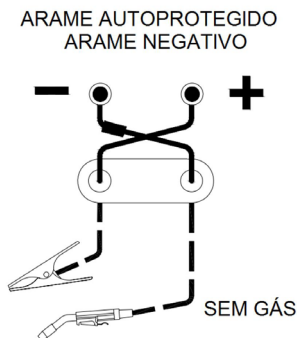

Fig. 9 – Ligação dos cabos para solda sem gás
- Ligue o cabo vermelho (tocha) no polo negativo, Fig. 9.